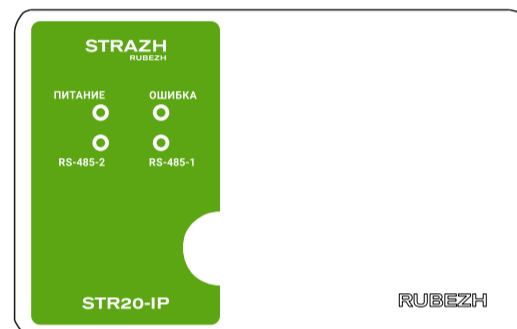

Рисунок 1 – Внешний вид контроллера STR20-IP
5.1 Контроллеры конструктивно выполнены в пластиковом корпусе (рисунок 1) с креплением под шурупы или на DIN-рейку.